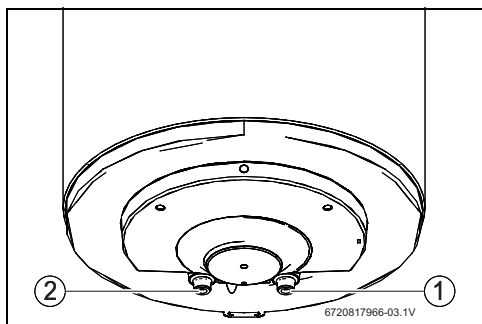

Fig. 9
- ▶ Identificar a tubagem de água fria e de água quente, de forma a evitar uma possível troca (Fig. 9).